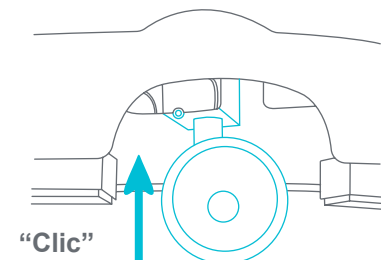

Fig. 7c
- Tire de la rueda hacia arriba hasta que haga clic en la base (Fig. 7c). Repita por el otro lado.